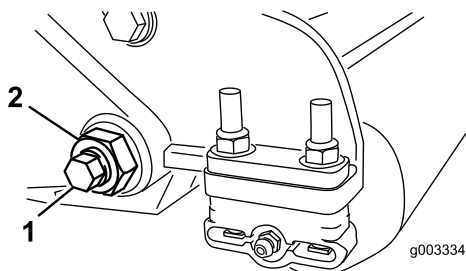
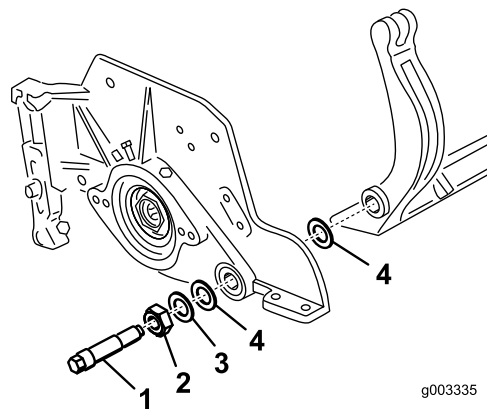

Figura 27
Figura 28
3. Su ciascun lato della macchina, allentate il dado di bloccaggio che fissa il bullone della barra di appoggio (Figura 27).
(Figura 27). Considerate 2 rondelle in nylon e 1 rondella in acciaio stampato su ciascun lato della barra di appoggio (Figura 28).
2. Fissate la barra di appoggio su ciascuna piastra laterale mediante gli appositi bulloni (dadi sui bulloni) e 6 rondelle. Una rondella in nylon deve essere posizionata su ciascun lato della flangia di estremità della piastra laterale. Posizionate una rondella in acciaio all'esterno di ciascuna rondella in nylon (Figura 28). Serrate i bulloni a 37-45 Nm. Serrate i dadi di bloccaggio finché la rondella in acciaio esterna non cesserà di ruotare e il gioco di estremità verrà eliminato, ma non serrate eccessivamente o non deviate le piastre laterali. Le rondelle all'interno possono avere un gioco.